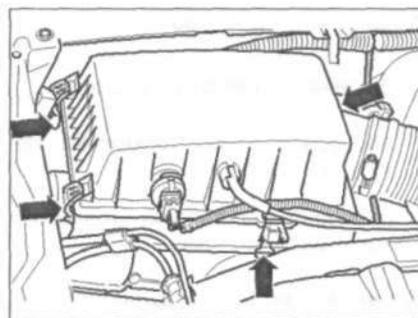

Рис. 2.1. Замена фильтрующего элемента воздушного фильтра на двигателях ADZ, AEY, AFN, AFT, ANB, ANU, AKW, 1F, 1Y.
1. Отсоедините фиксаторы (стрелки) (рис. 2.1).